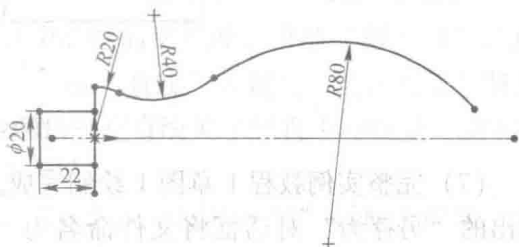

图 1-3 绘制 3 段圆弧
(3) 单击“圆心/起/终点画弧”按钮，绘制圆心位于原点、以垂直直线上端点为起点的 $R20$ 圆弧。单击“3 点画弧”按钮，绘制 $R40$ 和 $R80$ 两段圆弧。各段相连圆弧之间添加“相切”的几何关系，如图 1-3 所示。